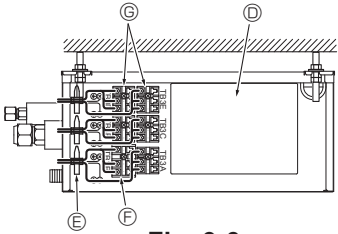

Fig. 9-3
4. Fije cada cable en su sitio mediante grapas sujetas cables. (Fig. 9-3)
5. Conecte firmemente cada cable al bloque de terminales correspondiente. (Fig. 9-3)